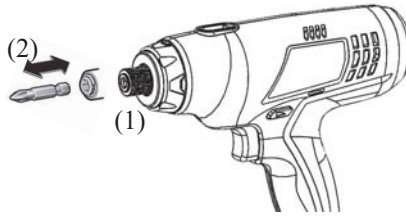

Abb.8
1. Ziehen Sie die Hülse wie in Abb.8(1) heraus.
2. Setzen Sie das Bit in den Sechskant ein. Schaft wie Abb.8(2), Hülse lösen, um das Bit zu fixieren.